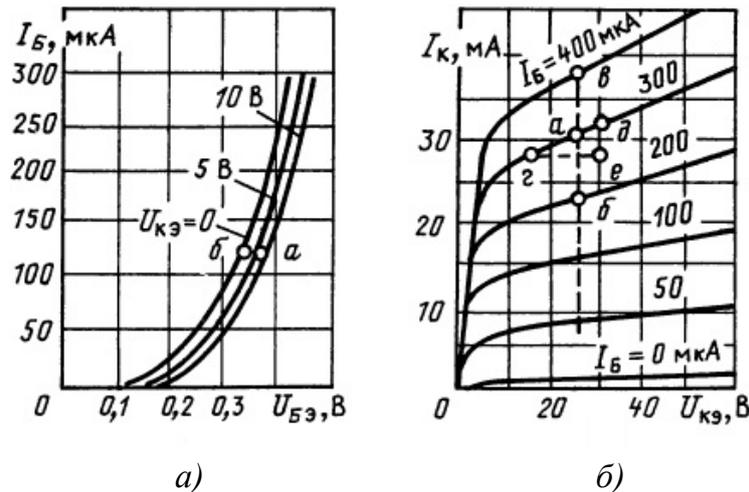

Рис. 2.52. ВАХ транзистора с общим эмиттером
Дано: ВАХ транзистора с общим эмиттером (рис. 2.52). Рабочая точка с напряжением $U_{\kappa\varepsilon} = 25 \text{ В}$ и током базы 300 мкА .
1. Параметр $h_{21\varepsilon}$ находится из расстояния между выходными характеристиками (рис. 2.52, а).
Приращения тока ΔI_{κ} и напряжения $\Delta U_{\kappa\varepsilon}$ при фиксированном значении тока базы $I_{\text{Б}} = 300 \text{ мкА}$ (треугольник cde) (рис. 2.52, б).